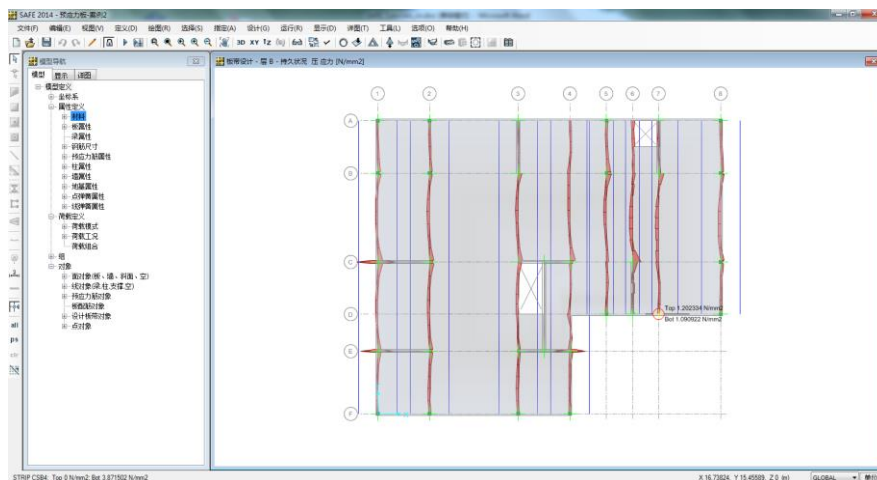

图 42 B 层持久状况压应力
- C. 在选择板带方向区域，勾选层 A 取消勾选层 B。这将只显示 A 层 (X) 的应力检查结果。
- K. 点击**确定**关闭板设计对话框显示 B 层板带持久状况压应力，如图 42 所示。在板带上移动光标，顶部和底部的应力值将显示在光标附近和左下方的窗口中。